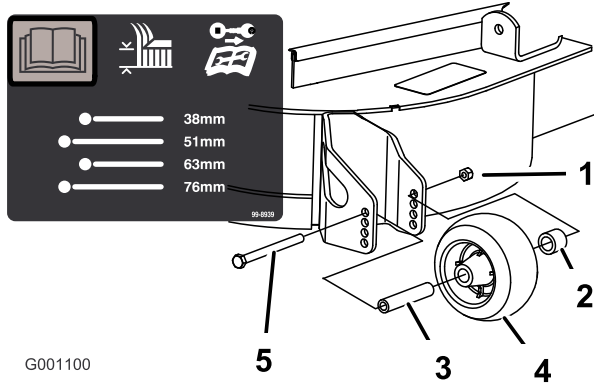

Figura 22
3. Depois de regular a altura de corte, ajuste os rolos retirando a porca flangeada, o casquilho, o espaçador e o parafuso (Figura 20, Figura 21 e Figura 22).
5. Coloque a porca flangeada, o casquilho, o espaçador e o parafuso. Aperte com 54–61 Nm (Figura 20, Figura 21 e Figura 22).